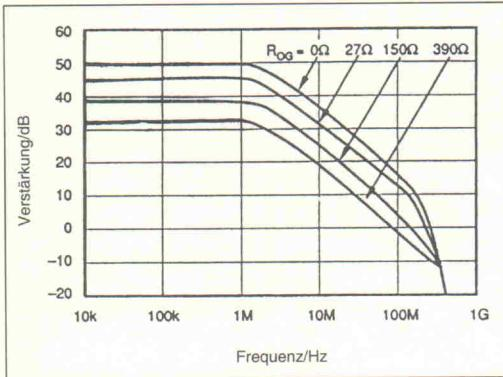

Bild 7. Der Frequenzgang des OPA622 im Leerlauf.
Bild 7 demonstriert den Frequenzgang der offenen Verstärkung in Abhängigkeit verschiedener R_{OG} -Werte. Bei einer Differenzeingangsspannung fließt ein Strom durch den R_{OG} . Der Stromspiegel im OTA spiegelt diesen zu seinem hochohmigen Ausgang, der durch die Endstufe entkoppelt ist. Die Rückkopplungsschleife verbindet den Ausgang mit dem Eingang des Rückkopplungs-Buffers (FB), der auch als invertierender Eingang benutzt werden kann. Tabelle 2 faßt die wichtigsten Performance-Parameter des OPA622 zusammen.